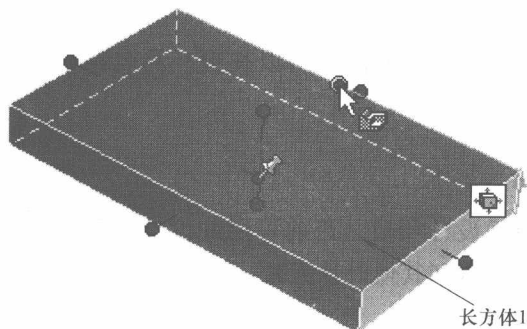

图 1-5
1) 从【图素】中拖放第二个长方体（长方体2）到设计环境中的长方体1上，当鼠标位于长方体1的一些特殊点时，会有绿点出现，这是实体设计的智能捕捉功能，利用此项功能，将长方体2置于长方体1的顶面长边的中心，如图1-5所示。